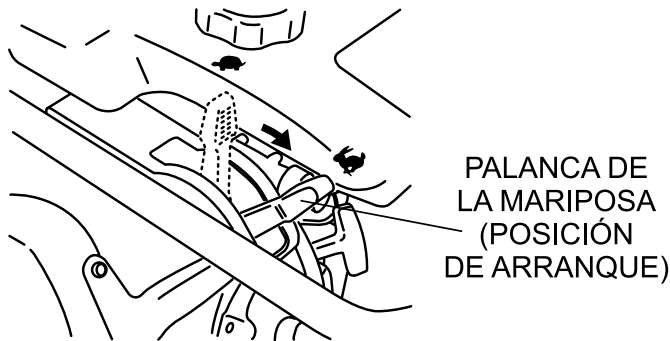

Figura 9. Palanca de la mariposa (posición de arranque)
1. Para iniciar la acción compactadora, mueva la palanca de la mariposa (Figura 9) **rápidamente** de la posición de **MARCHA MÍNIMA** a la posición de **ARRANQUE** (👉). **NO** mueva la palanca lentamente ya que esto puede dañar el embrague o el resorte.